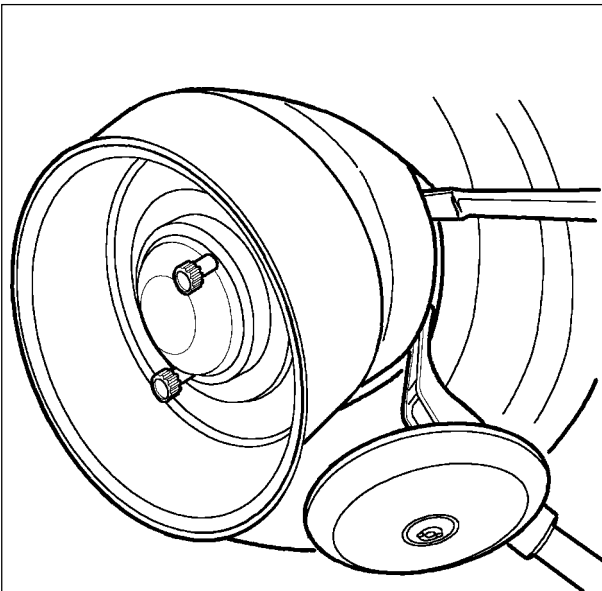

Fig.33
13) Inserire la leva tra cerchio e tallone sulla destra dell'utensile (vedi Fig. 33).